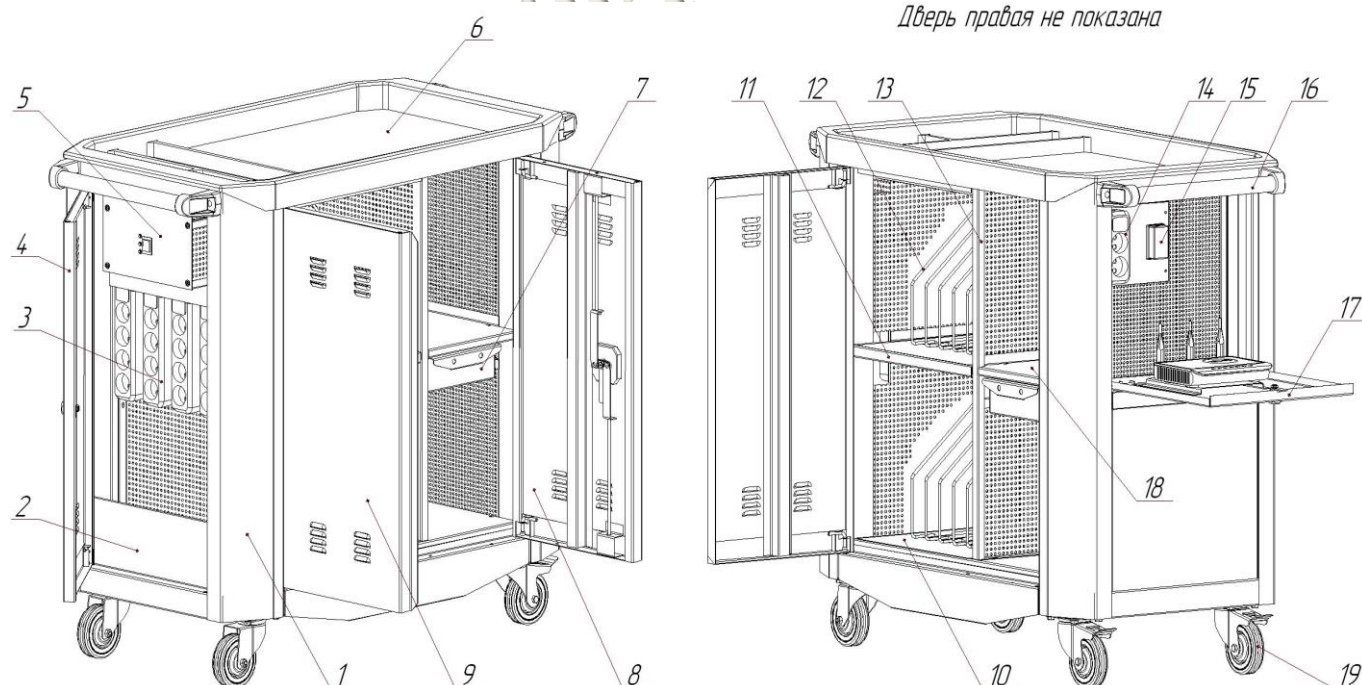

Рис. 1 Сейф передвижной для хранения и зарядки ноутбуков офисный OffisBox
- 3.1. Сейф передвижной офисный (рис. 1) состоит из металлического корпуса (поз.1). Корпус внутри разделен на два отделения перфорированной перегородкой (поз.13); в одном отделении располагаются две полки (поз.10, 11) с сетчатыми перегородками (поз.12) для размещения ноутбуков (максимум по 8 ноутбуков на каждой полке), причем нижняя полка является общей для двух отделений, в другом – выдвижная рамка (поз.7) для подвесных папок и полка (поз.18). Внутреннее отделение закрывается двумя дверью (поз.8, 9) с ригельным замком. Сетчатые перегородки съемные, позволяющие оптимально организовать внутреннее пространство, при количестве ноутбуков менее 16 штук.
5.3.1. Открыть дверцу (поз.17 рис.1) и закрепить роутер на основании.
5.3.2. Подключить роутер к розеткам (поз.14, 15 рис.1). Розетка (поз. 14 рис.1) напрямую подключается к сети.